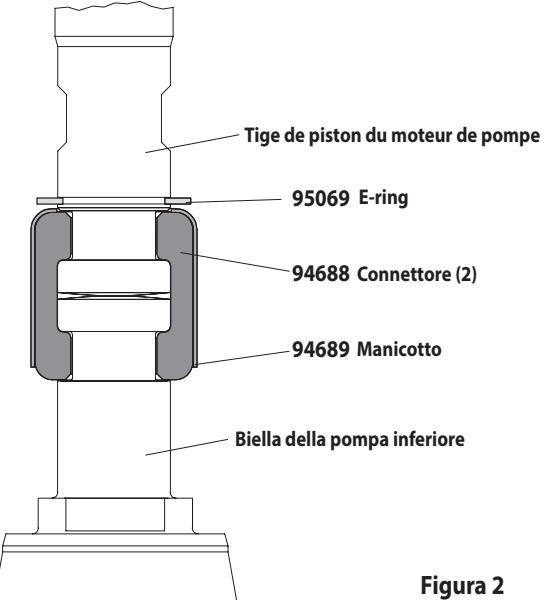

Figura 2
5. Con una pinza e-ring, scorrere l'anello di fermo fino abbastanza lontano per permettere il manicotto di spostare verso l'alto e rilasciare i due connettori (vedi figura 2). Accantonare il motore ad aria.